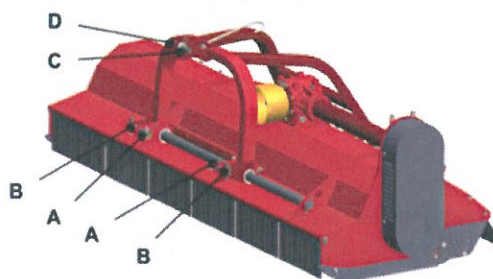

Bild 9: Anhang
3. Fügen Sie die Bolzen A ein und sichern Sie sie mit Stiften B (Bild 9),
4. Die obere Stützstange des Dreipunktsystems koppeln Sie auf den oberen Anhang des Mulchers mit dem Bolzen C, den Sie mit dem Stift D sichern (Bild 9).